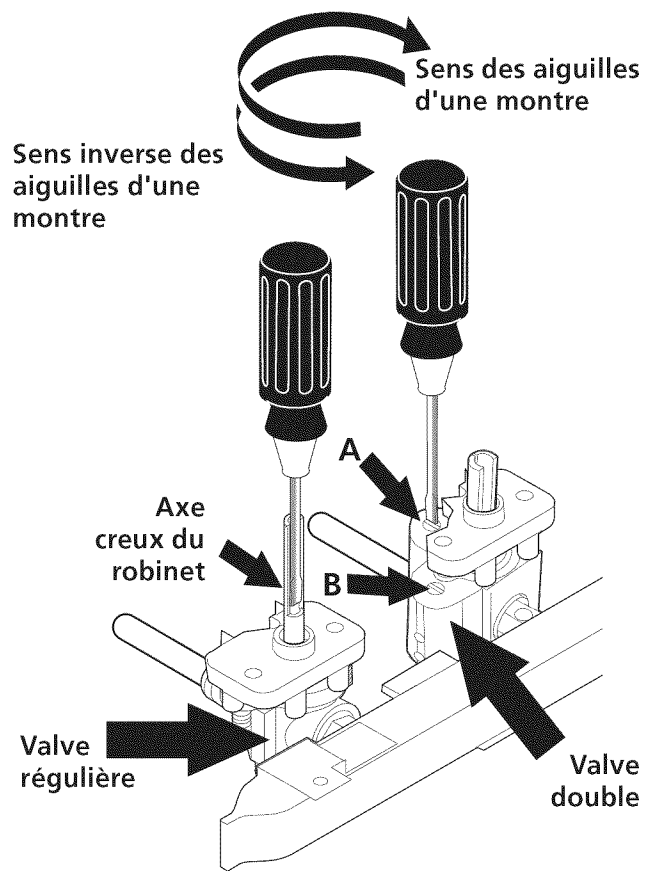

Figure 10
## 4. Réglez la position LOW des valves régulières (voir Figure 10):
## 5. Réglez la position LOW des valves doubles (voir Figure 10):
- La dimension de la flamme de la portion interne du brûleur peut être augmentée ou diminuée en tournant la vis **A** (voir Figure 10). Utilisez la vis **B** pour ajuster la dimension de la flamme de la portion externe du brûleur. Tournez la vis dans le sens inverse des aiguilles d'une montre pour augmenter la dimension de la flamme et dans le sens des aiguilles d'une montre pour diminuer la dimension de la flamme. Ajustez la flamme jusqu'à ce que vous puissiez tourner rapidement le bouton de LITE à la plus basse position (LOW) sans éteindre la flamme. Celle-ci devrait être aussi minuscule que possible sans s'éteindre.